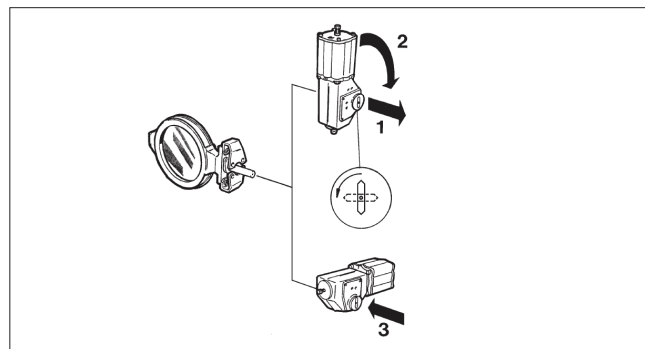

Fig. 20 Changement de position de montage
- Détachez l'actionneur à l'aide d'un extracteur approprié. Vous pouvez commander l'outil adéquat auprès du fabricant (cf. Figure 20).